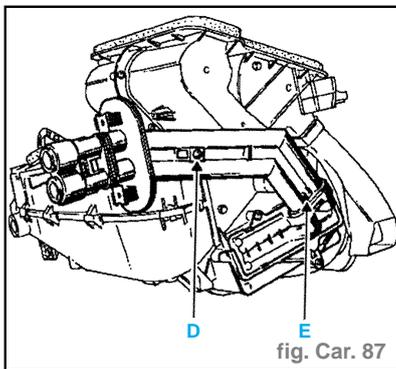

fig. Car. 87
- la vis de fixation (D) du tube de descente d'eau et la vis (E) de liaison tube radiateur (fig. Car. 87).